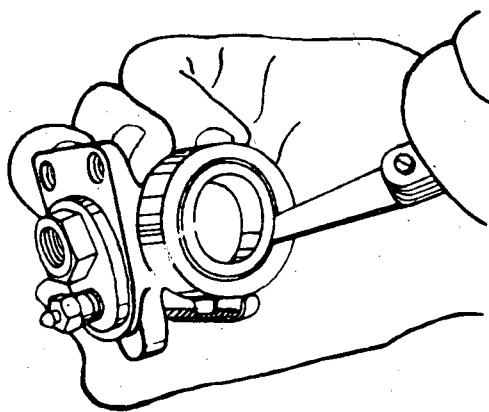

Fig. 4
- b Meça a folga entre os êmbolos e o cilindro (fig. 4).